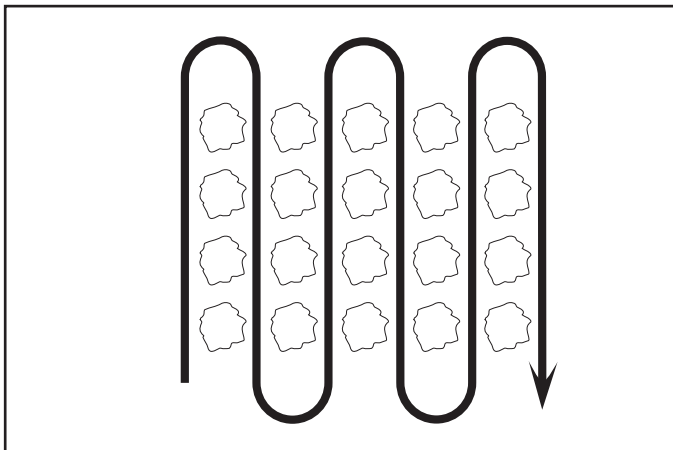

FIG. 16
- Binez les lignes de long en large à une vitesse qui permette aux dents de déraciner les mauvaises herbes et de laisser le sol à l'état brut pour faire en sorte que les mauvaises herbes et le gazon n'y poussent plus (Voir la fig. 16).